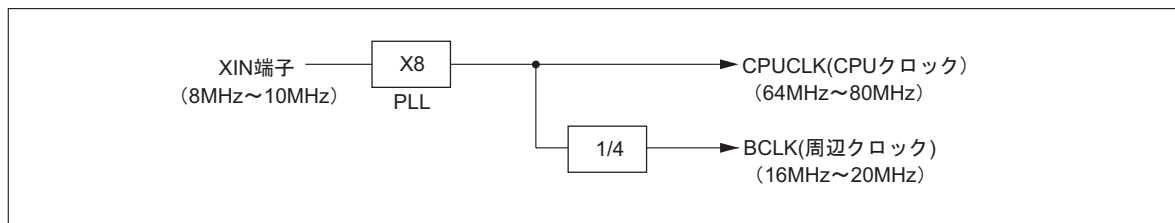

図1.1.1 クロック概念図
- 32180はクロック逓倍回路を内蔵しています。図1.1.1に 概念図を示します。